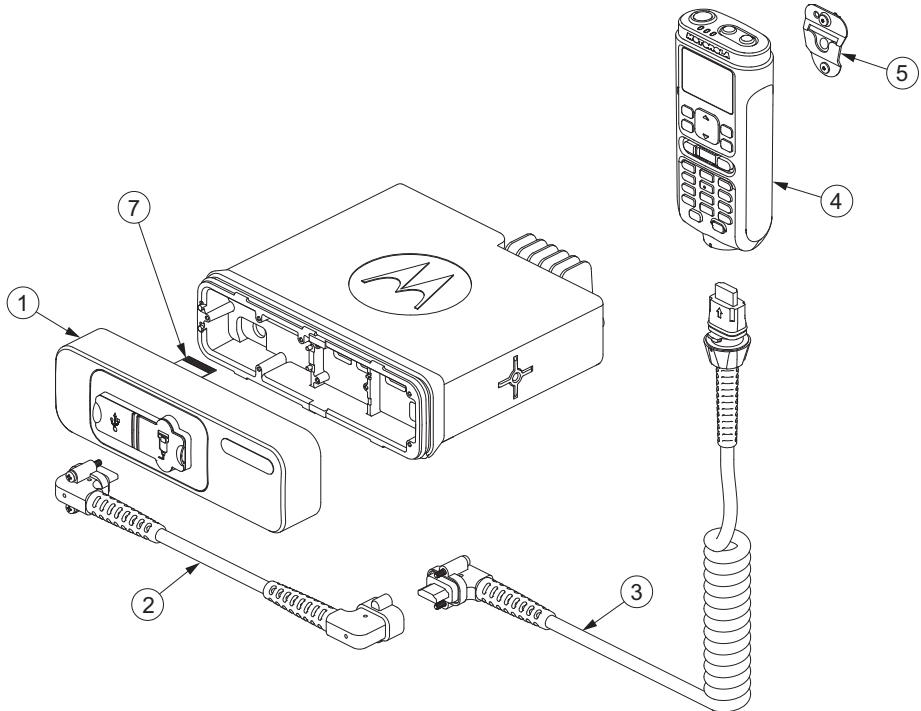

Abbildung 3. Baugruppe: Bedienkopf für den Handbetrieb
1. Schließen Sie das Kabel an den Transceiver-Adapter an, und ziehen Sie die beiden Schrauben mit einem Kreuzschlitzschraubendreher Typ Nr. 2 im Uhrzeigersinn mit einem Anzugsdrehmoment von 0,21 bis 0,24 Nm an. (Siehe Abbildung 3.)
2. Schließen Sie das andere Ende des Kabels an das Bedienteil für den Handbetrieb an, und drehen Sie die Manschette im Uhrzeigersinn, bis das Kabel einrastet. (Siehe Abbildung 3.)